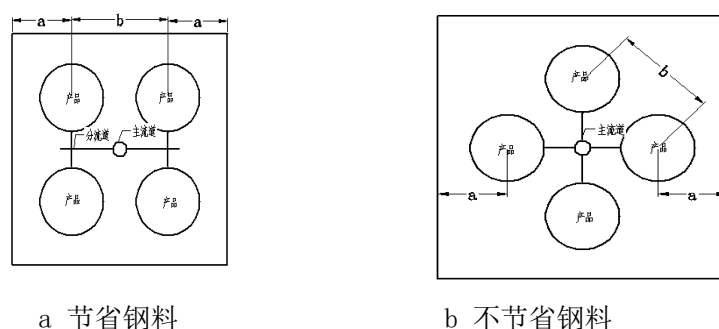

图 3-3 排布应节省钢料
4. 产品排布时，应考虑节省钢料。此处所说的节省钢料是要保证型芯零件强度的前提下节省钢料。如图 3-3 所示。